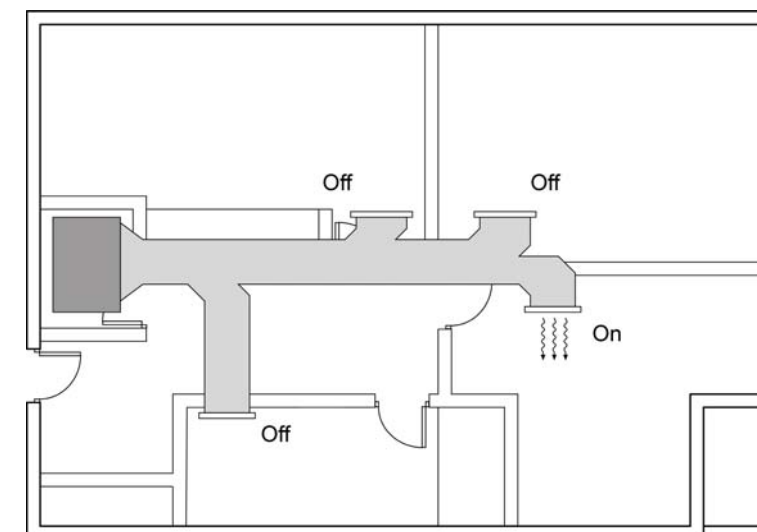

Fig. 7
- 3) Una vez realizado el ajuste anterior, ponga todas las zonas en Off y zona por zona vaya ajustando el deflector para conseguir una velocidad de impulsión comprendida en el rango de 2'0 m/s y 4'2 m/s. consulte el documento "Ajuste del Deflector" que se adjunta al Manual de Instalación del Sistema Airzone (Ver Fig. 7).
- 4) See "Deflector Manual" that is supplied with Airzone System (See Fig. 7).
- 4) Eteindre toutes les zones et, zone par zone, ajuster le déflecteur afin d'obtenir une vitesse de soufflage comprise entre 2,0 et 4,2 m/s. Consulter le document « Réglage du déflecteur » joint au manuel d'installation du système de zones (Voir Fig. 7).
- 4) Una volta realizzate le equilibrature al punto precedente, mettere tutte le zone in OFF, e attivando zona per zona si aggiusti l'equalizzatore di flusso per ottenere una velocità di uscita dai terminali compresa tra i 2,0 e i 3,0 m/s. Consultare il documento settaggio dell'equalizzatore nel manuale di installazione del sistema Airzone (Vedere Fig. 7).